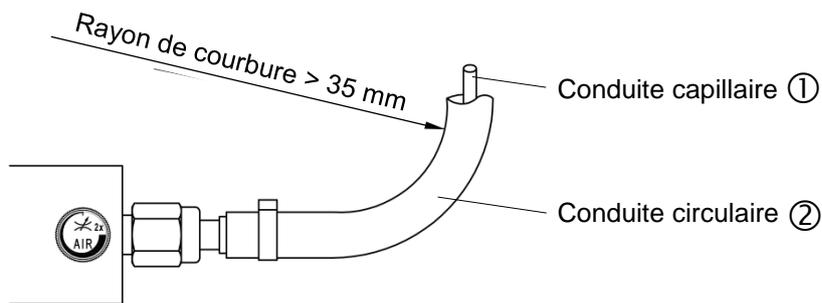

Fig. 4: Conduite d'alimentation coaxiale avec un rayon de courbure minimal
- 4.4 Lors de la pose de la conduite d'alimentation coaxiale (fig. 4 composée d'une conduite circulaire ② avec conduite capillaire intégrée ①), il faut veiller à ce qu'il n'y ait ni pli ni fissure (par ex. sur une tôle à angles nets) et que la conduite ne passe pas par la zone de morceaux (risque de destruction). Le rayon de courbure minimal de 35 mm (fig. 4) doit être respecté. En raison de leur faible poids, les conduites d'alimentation coaxiales doivent, dans la mesure du possible, être placées sur la couche supérieure des chemins de câbles.